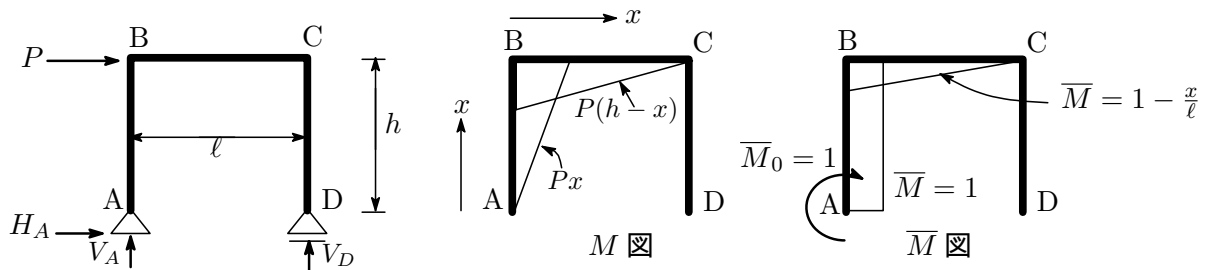

図 6.13: 単純ばり系ラーメン構造
- K 氏: OK。少し疲れてきたが、はり以外の適用例として第3話C - 2で紹介した単純ばり系ラーメン構造をとりあげて第6話を終わるとしよう。図 6.13 で C 点でのたわみ δ_C と A 点のたわみ角 δ_A を求める。